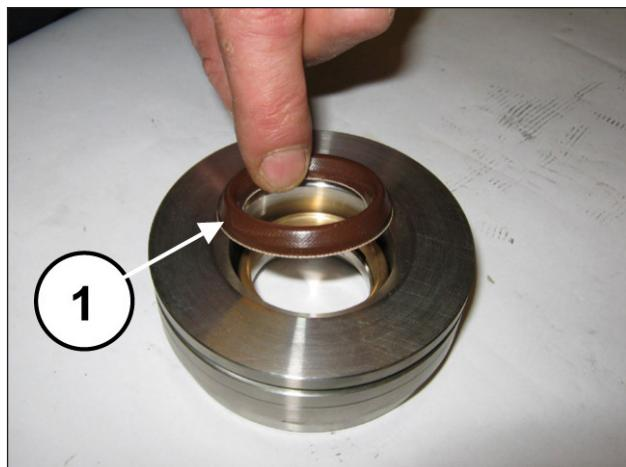
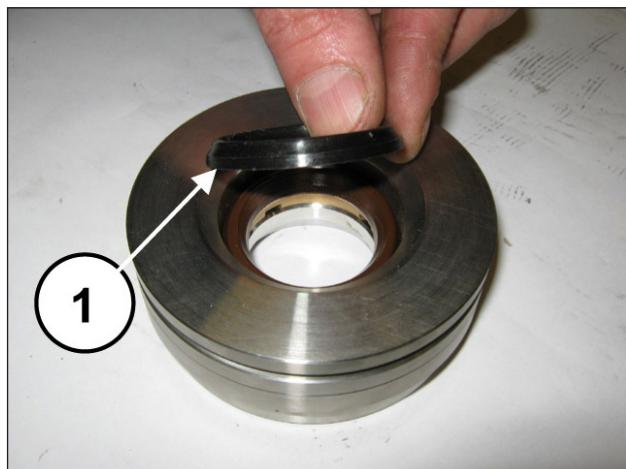
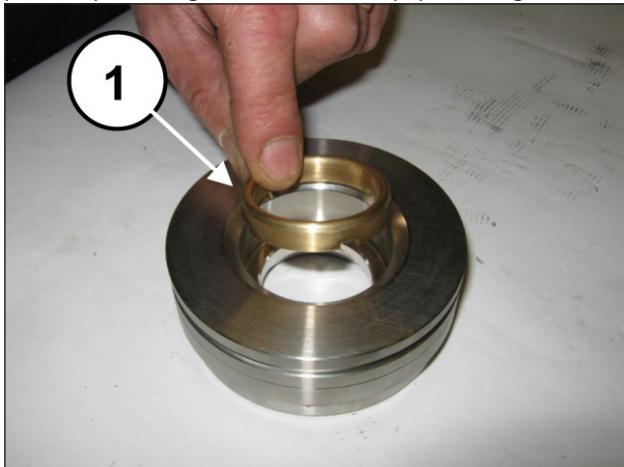

Fig. 177
Fig. 178
Fig. 176
Monte o anel do cabeçote (pos. ①, Fig. 176), o forro de alta pressão (pos. ①, Fig. 177) e o anel restop (pos. ①, Fig. 178).